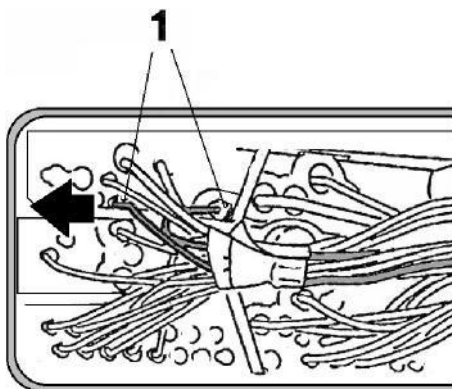

Fig. 1
6. Monter le câble de branchement dans la broche de câblage XE2 (Fig. 1).